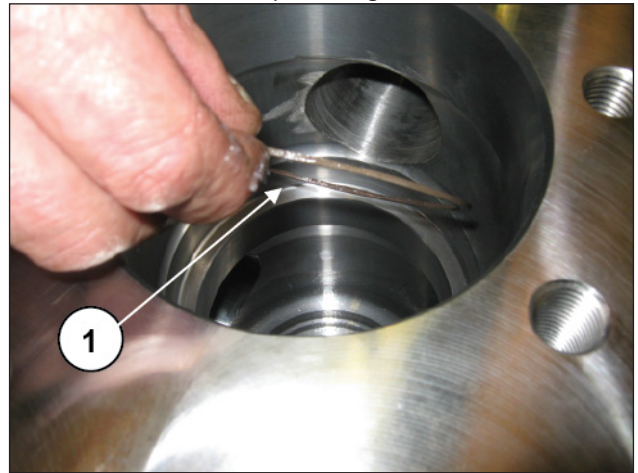

Fig. 179
Insira o anel anti-extrusão (pos. ①, Fig. 179).